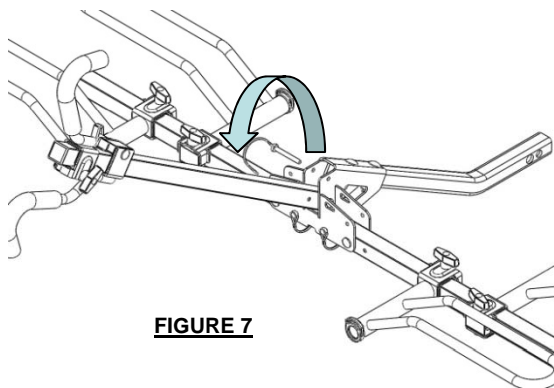

FIGURE 7
1. Charger le vélo positionné vers l'intérieur en premier. Tirer la goupille en arceau et tourner le tube central vers le bas, comme illustré. (Fig. 7)